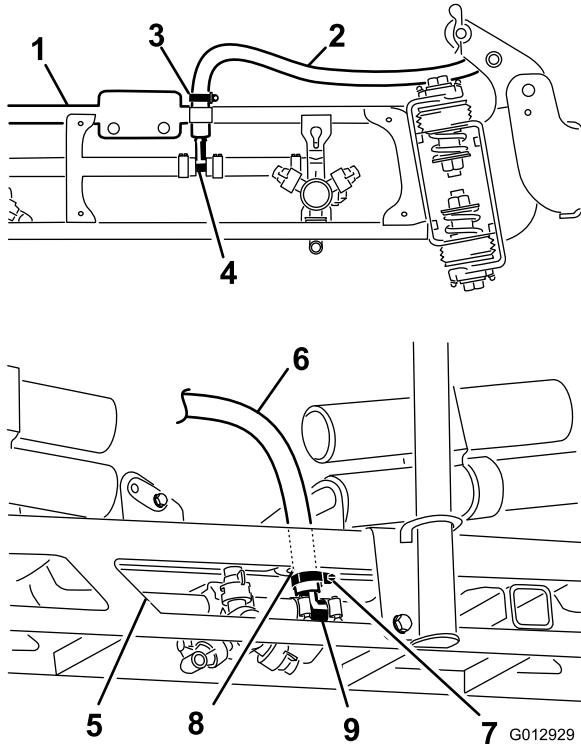

Figura 32
- Cubra con jabón líquido la espiga dentada del acoplamiento en T de ambas extensiones de los brazos (Figura 32). Instale la manguera de la extensión de brazo sobre la espiga y fíjela con una abrazadera.
- Cubra con jabón líquido la espiga dentada del acoplamiento en T del brazo central Figura 32.
- Pase la manguera del brazo central por el hueco y el pasacables del conjunto de brazos central. Conecte la manguera de alimentación del brazo central a la espiga enjabonada y fíjela con una abrazadera Figura 32.